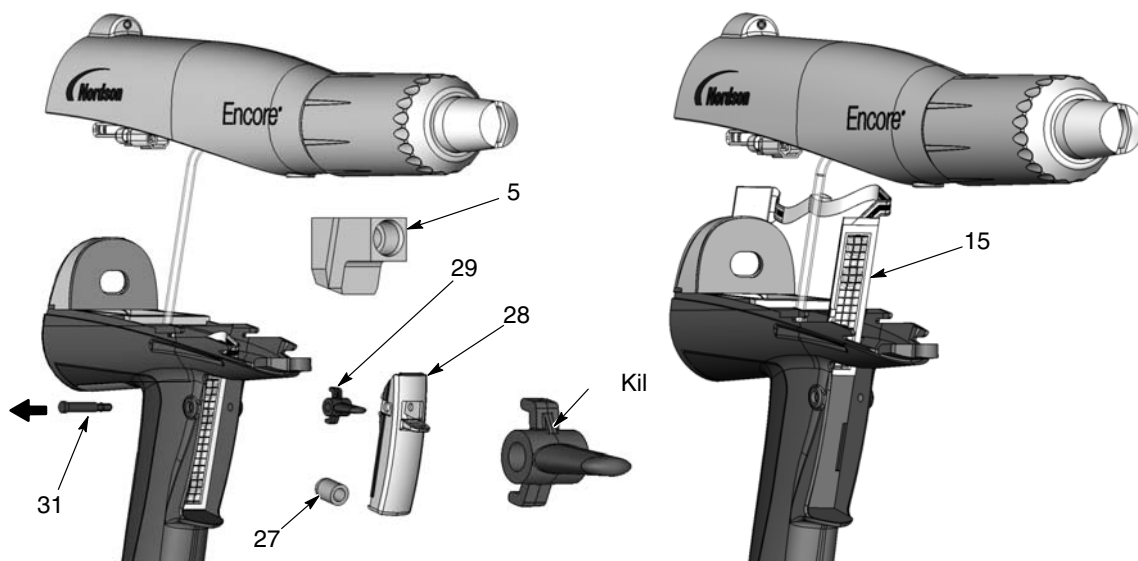

Bild 6-8 Byte av avtryckarkontakt
1. Se bild 6-8. Orientera den nya kontakten (15) så att gallret är riktat mot pistolens framsida, skjut därefter försiktigt in den fyrkantiga, nedre delen av kontakten genom öppningen i handtaget.
4. Montera spolningsavtryckaren (29) i sprayningsavtryckaren (28) med kilen vänd uppåt så som visas. **Vänd inte spolningsavtryckaren upp och ner.**
5. Placera avtryckarna i handtaget och håll dem på plats medan man trycker i axeln (31) genom handtaget och avtryckarna, tills att axelns skalle ligger ens med handtaget. Axeln kommer att snäppa på plats om den installerats korrekt.